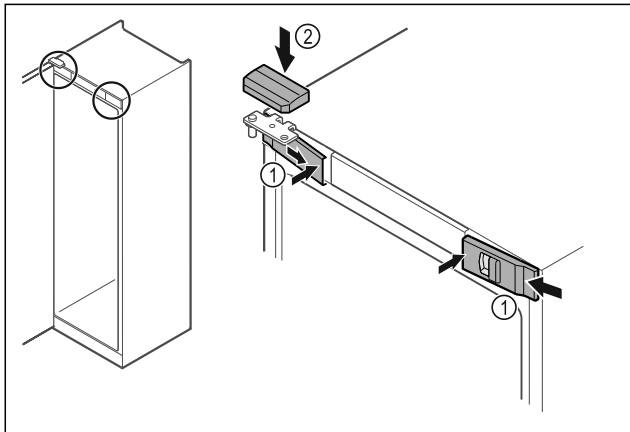

Fig. 55
- ▶ Z boku założyć przednie ostonki Fig. 55 (1) i zacześcić.
- ▶ Górną ostonkę Fig. 55 (2) zacześcić od góry.